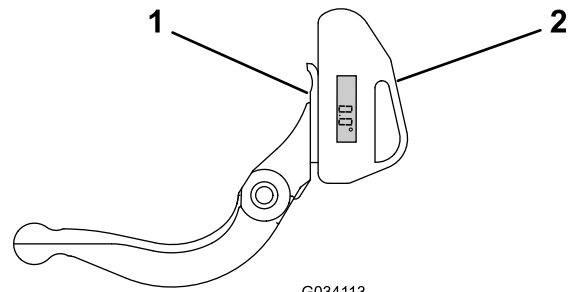

Figure 30
1. Placez l'indicateur d'angle sur le côté inférieur de la contre-lame, comme montré à la Figure 30.